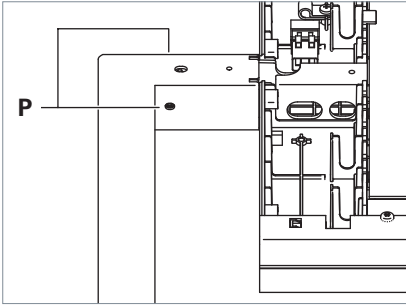

Fig. 7: Aligner la tête du luminaire à angle droit par rapport au tube porteur
- ▶ Alignez la tête du luminaire à angle droit par rapport au tube porteur, puis vissez manuellement au tube porteur les deux vis sans tête **P** dans le sens contraire des aiguilles d'une montre, voir Fig. 7.